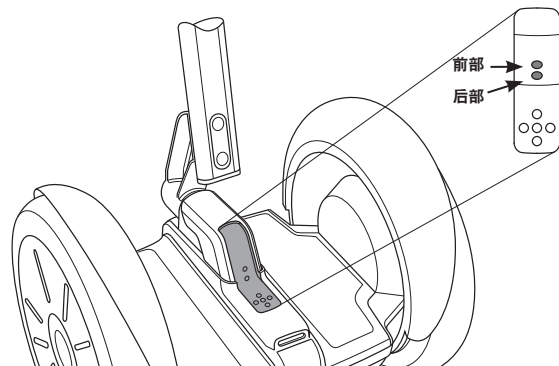

图 58：电池充电指示灯
6. 确认支架上的两个充电指示灯亮为绿色，这表明电池正在充电（参见图 58）。有关充电指示灯的更多信息，请参见第 89 页的“电池充电指示灯”。
支架上的两个电池充电指示灯可在插入 PT 电源后指示电池的充电状态。前面的电池充电指示灯对应于前部电池，后面的电池充电指示灯对应于后部电池（请参见图 58）。电池充电指示灯提供了有关每个电池是否正在充电的独立信息。在为 PT 插入电源插头并充电时，电池充电指示灯将会闪烁或稳定亮为绿色。如果一个或两个电池充电指示灯为红色或不能亮起，说明相应的电池存在充电问题。有关更多信息，请参见下面的“充电失败”。